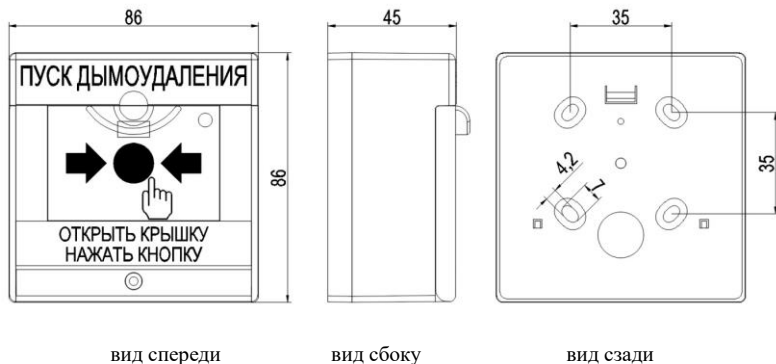

Рис. 1. Внешний вид корпуса УДП
- согласно установочным размерам (см. рисунок 1) просверлить в стене отверстия, вставить в них дюбеля;